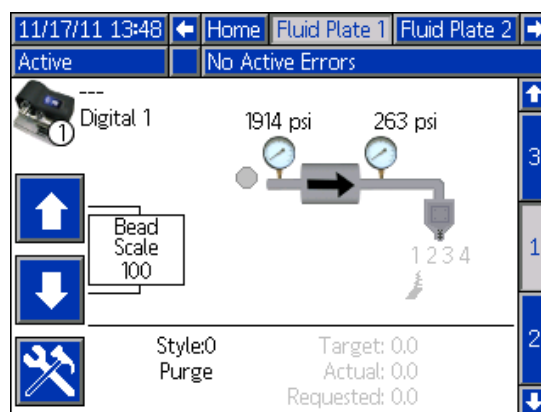

Abb. 33
4. Zeichnen Sie das an Materialplatte x, Bildschirm 1 ausgegebene Volumen auf. Siehe **ABB. 33** auf Seite 47.
4. Zeichnen Sie das an Materialplatte x, Bildschirm 1 ausgegebene Volumen auf. Siehe Abb. 33 auf Seite 47.